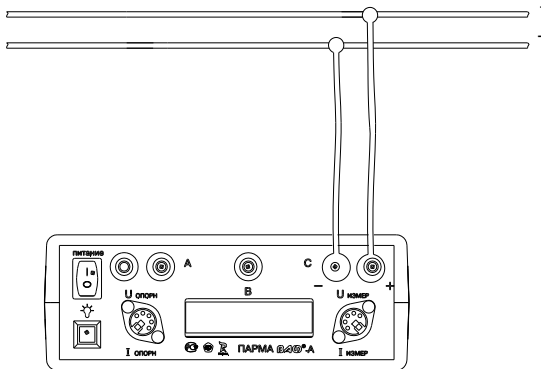

Рисунок 7
6.3.3.1 Для измерения напряжения постоянного тока подайте напряжение постоянного тока на клеммы, обозначенные Uизмер (см. рис.7)
Рисунок 7а